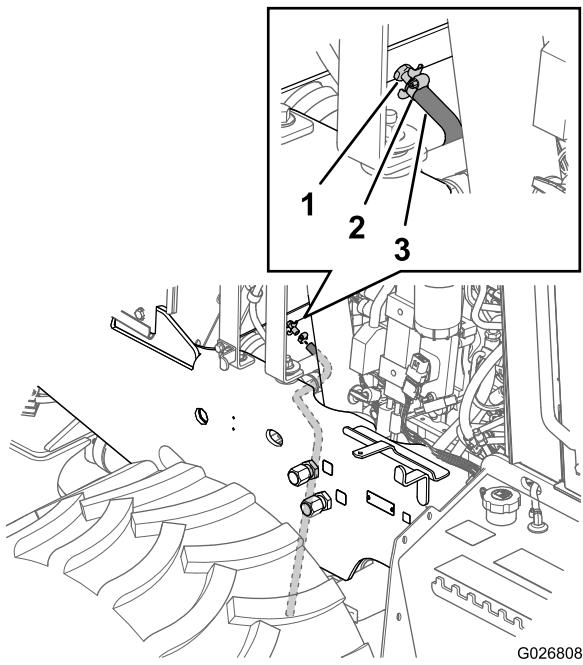
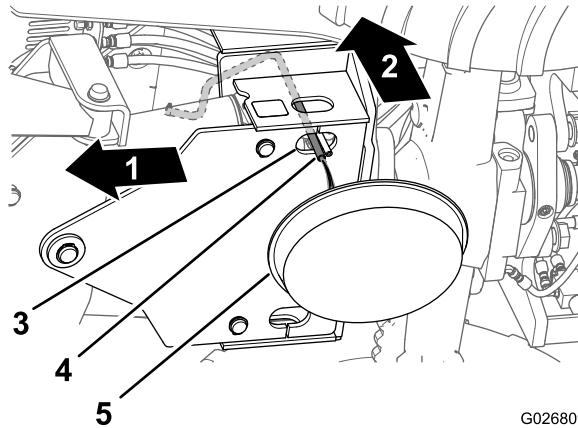

Figura 104
Figura 105
- Conecte una manguera resistente al refrigerante de 3/8 x 30 pulgadas sobre la salida de la válvula de vaciado del radiador (Figura 104).
- Sujete la manguera a la válvula de vaciado con una abrazadera (Figura 104).
- Enrute la manguera hacia abajo y a través del orificio de la placa de montaje inferior de la cuchilla de relleno (Figura 105).
- Coloque un recipiente de vaciado con capacidad mínima de 23 L (6 galones) debajo del extremo abierto de la manguera de vaciado (Figura 105).
- Retire la manguera de vaciado y la abrazadera (Figura 104 y Figura 105).
- Abra el tapón de vaciado y drene la solución de limpieza en un recipiente (Figura 104 y Figura 106).